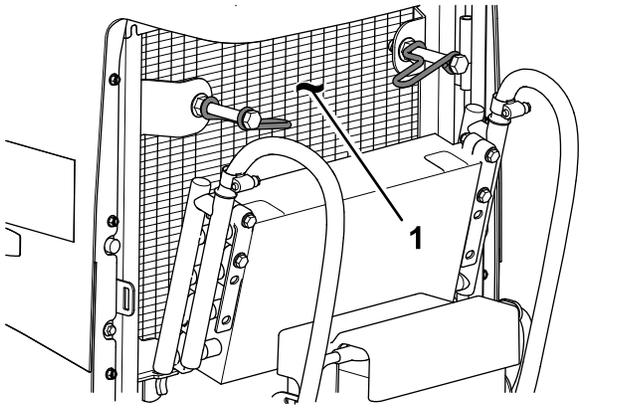

図 114
8. オイルクーラとラジエターの裏表を 図 114 圧縮空気で丁寧に清掃する。